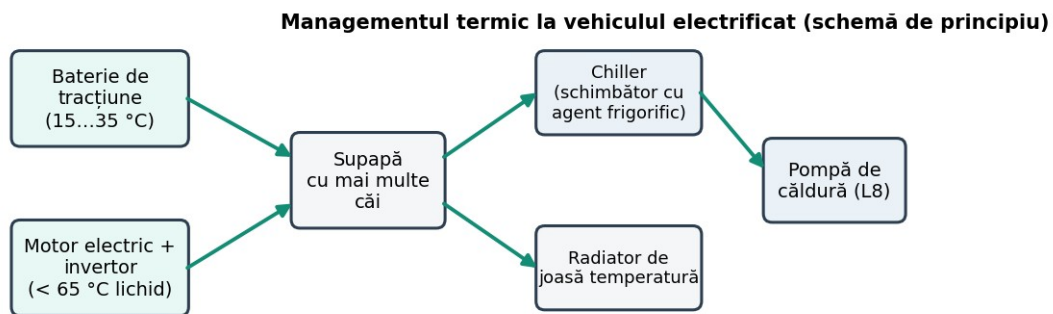

Fig. 5.3. Managementul termic al unui vehicul electrificat (schemă de principiu)
3. Pe standul rece se conectează testerul OBD; se pornește motorul la ralanti și se notează din minut în minut temperatura lichidului (OBD) și temperatura furtunului de ieșire din radiator (IR) (Tabelul 5.2).
7. Se analizează schema de management termic a unui vehicul electrificat (Fig. 5.3) și se identifică componentele pe documentația disponibilă.